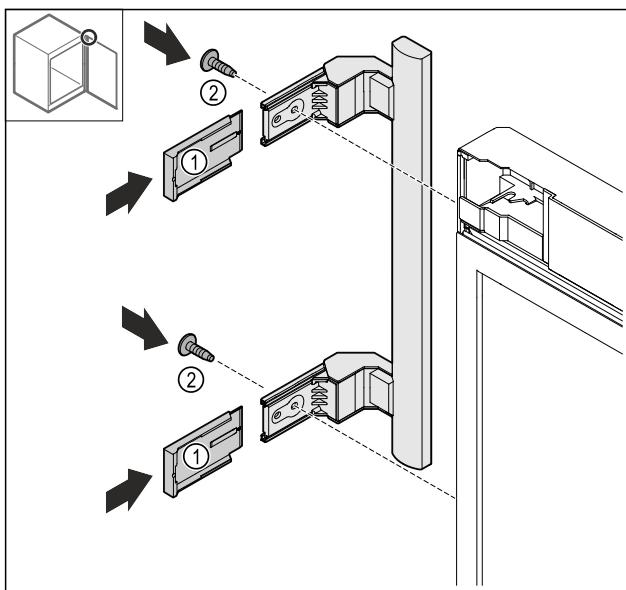

Fig. 25
- ▶ Užmaukite dengiamąsias plokštėles *Fig. 25 (I)*.